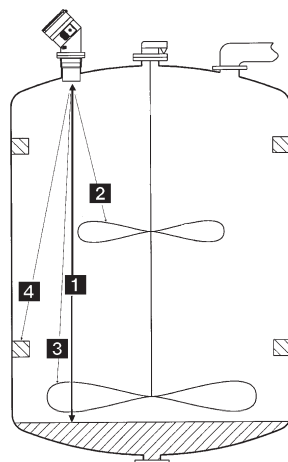

Fig. 4.1 Filtrage des échos
- Indiquer la distance "1" entre la base du capteur et la surface du fluide et appuyer sur "Enter" (Fig. 4.1) : le transmetteur traite l'information pendant environ 10 s.